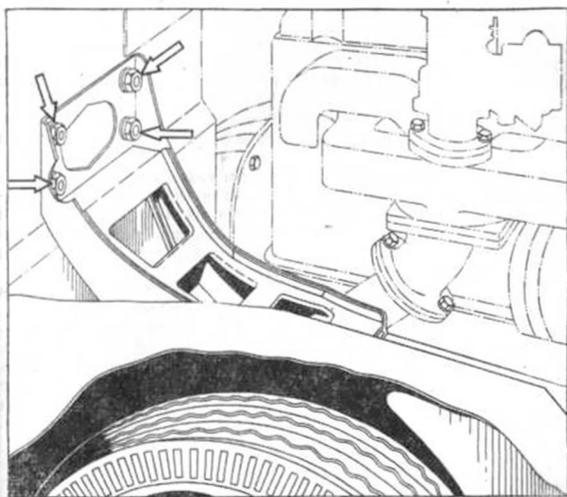

Рис. 56. Место крепления подкосов.
32. Подтянуть восемь болтов крепления подкосов, идущих от лонжеронов к переднему щитку (рис. 56).